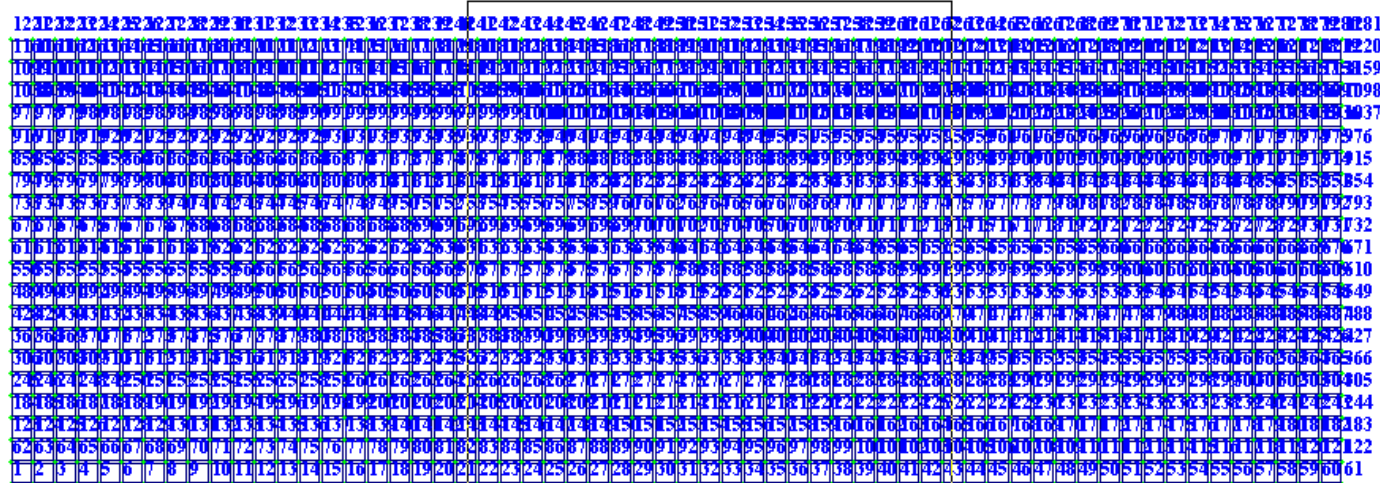

Рис.10.6. Выделение "резиновым окном" фрагмента схемы
- Чтобы увеличить фрагмент схемы выделите его "резиновым окном" как это показано на рис.10.6 (отображение на экране нужной части увеличенного фрагмента схемы осуществляется с помощью полос прокрутки).